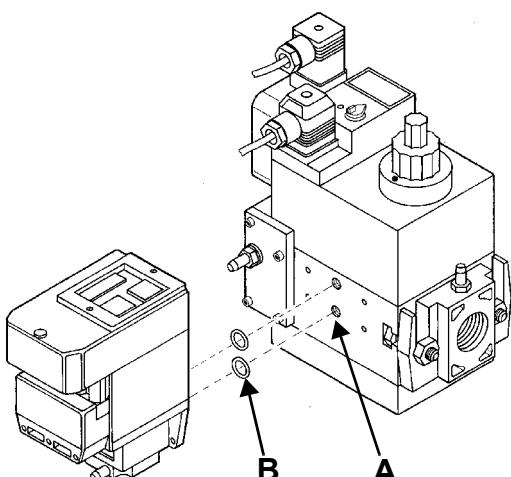
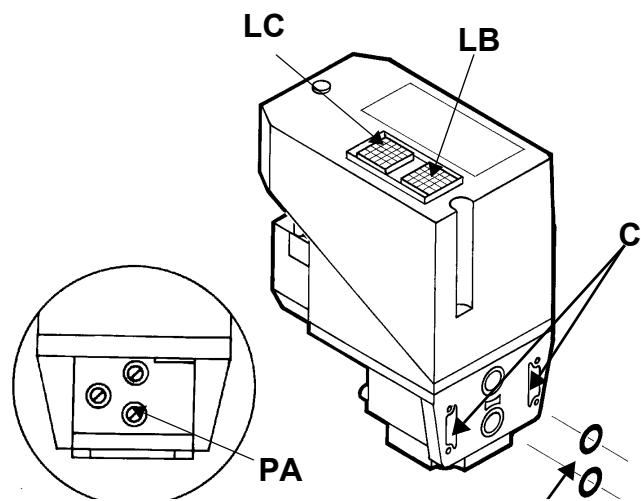

Рис. 19
Рис. 20
- 16 При возникновении необходимости подкорректировать расход газа, отрегулированный согласно пунктов 1 и 2 этого параграфа, расслабить винт V1 (Рис. 19) и отрегулировать угол раскрытия дроссельного клапана, вращая пластинку C, воздействуя на винт V3 (вращение по часовой стрелке - для уменьшения расхода газа, а против часовой стрелки - для увеличения). Индикатор S указывает угол раскрытия.
- 2 Замерить давление газа **A** и **B** (см. Рис. 19)
- 3). снять крепежные винты группы Multibloc (Рис. 19-А)
- 4). вставить уплотнительные кольца (10,5x2,25) в VPS 504 (Рис. 20-В, Рис. 19-В)
- 5). закрутить 4 винта блока контроля герметичности (M4x16) Рис. 19-С.
Для проверки работы, подсоедините манометр к штуцеру для отбора давления **PA** (Рис. 20). Если проверка завершилась положительно, через несколько секунд зажигается жёлтая лампочка **LC**. В противном случае загорается красная лампочка блокировки **LB**. Чтобы перезапустить горелку, необходимо разблокировать блок управления нажатием на светящуюся кнопку **LB**.